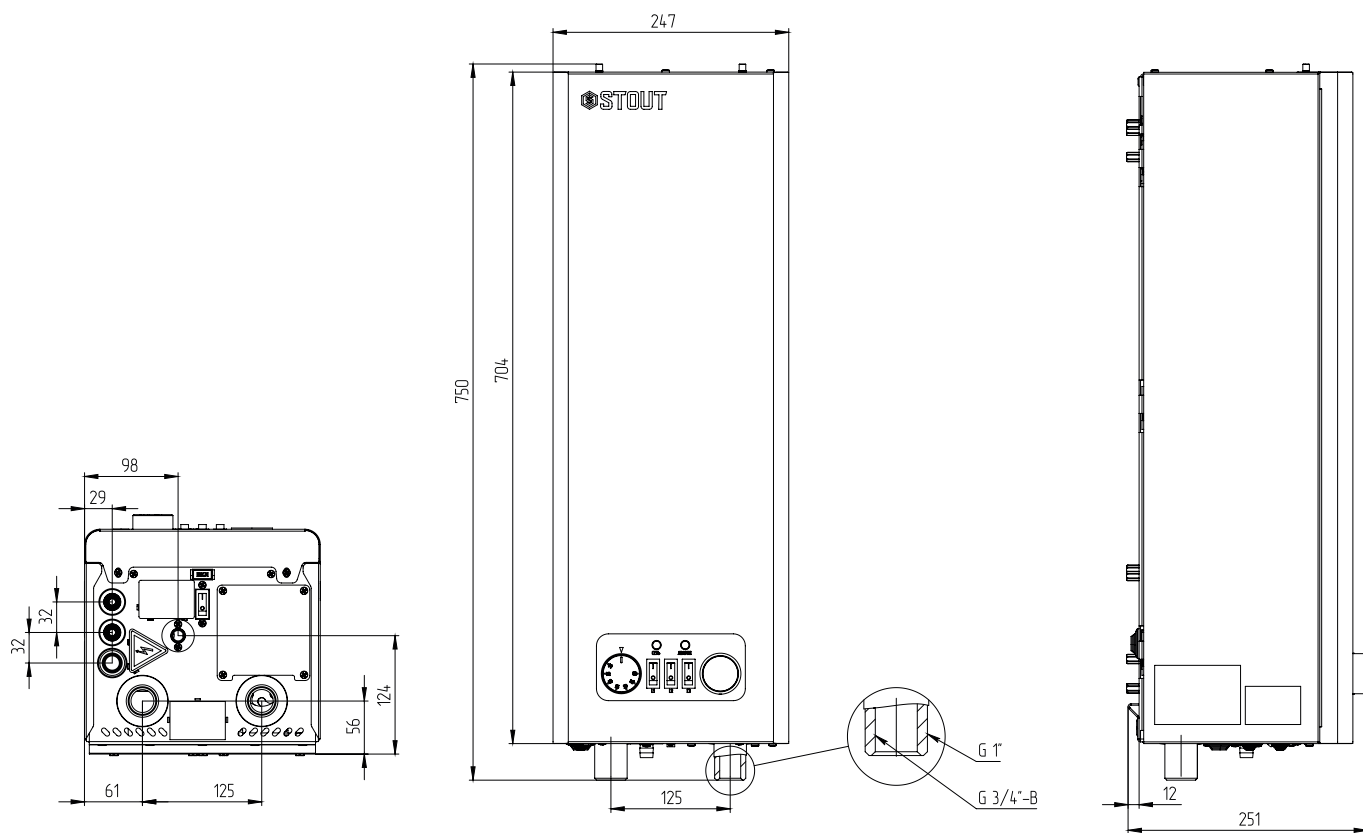

Рис.10 Габаритные размеры котла STOUT POLIS
1. Подсоедините котел к системе отопления. Габаритные и присоединительные размеры котлов указаны на **Рис.10**;